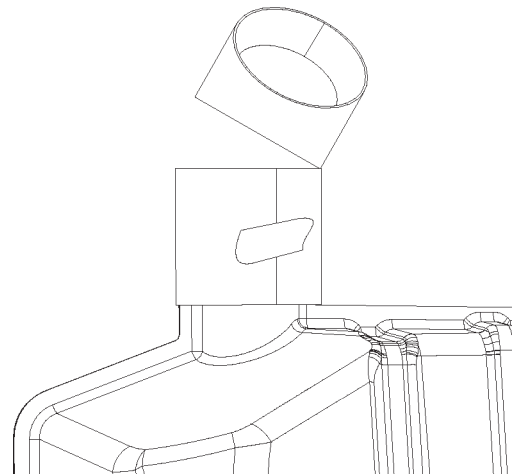

FIGURE 8
13. Enrouler le gabarit autour de l'embout d'échappement en s'assurant que les rebords sont alignés. Aligner le gabarit avec le joint du tuyau à l'arrière du silencieux et transférer le rebord arrière du gabarit sur l'embout d'échappement, couper et **ébavurer les embouts d'échappement**. Se reporter à la Figure 8.